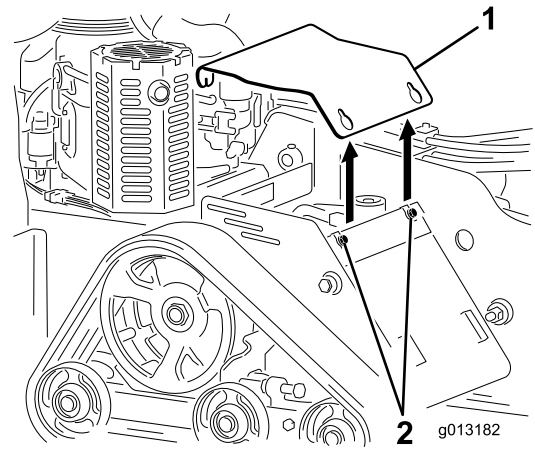

Bild 22
4. Lösen Sie die 3 Schrauben, mit denen die Abdeckplatte am Rahmen befestigt ist, bis die Abdeckung nicht mehr befestigt ist (Bild 22).
6. Schieben Sie die Abdeckplatte in die richtige Stellung und befestigen sie mit den drei vorher gelösten Schrauben, um die Abdeckplatte vor dem Einsatz der Maschine zu montieren (Bild 22).